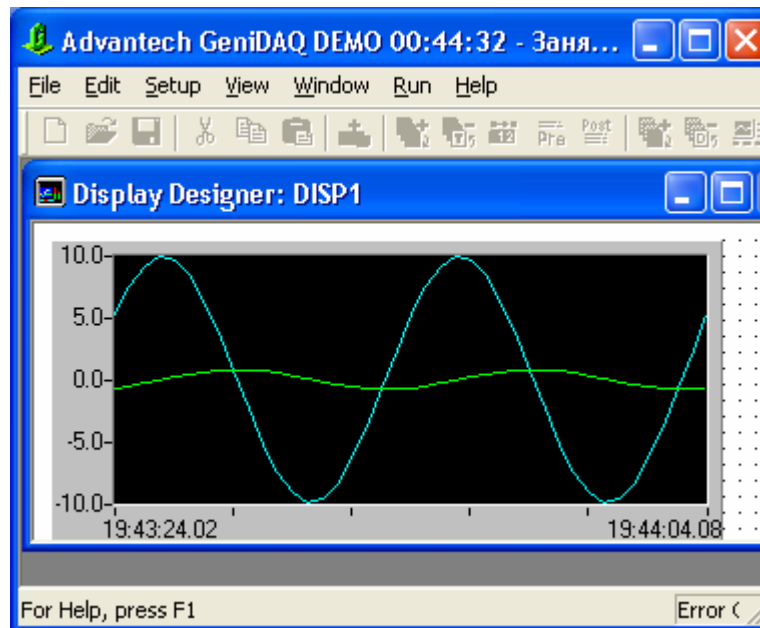

Рис. 4.40. Работа приложения сразу же после его запуска
8. *Восьмое действие.* После сохранения файлов созданного проекта имеется возможность немедленного запуска созданного проекта с помощью кнопки **Start** на панели инструментов (рис. 4.40). Остановить работу проекта можно с помощью кнопки **Stop** на панели инструментов.